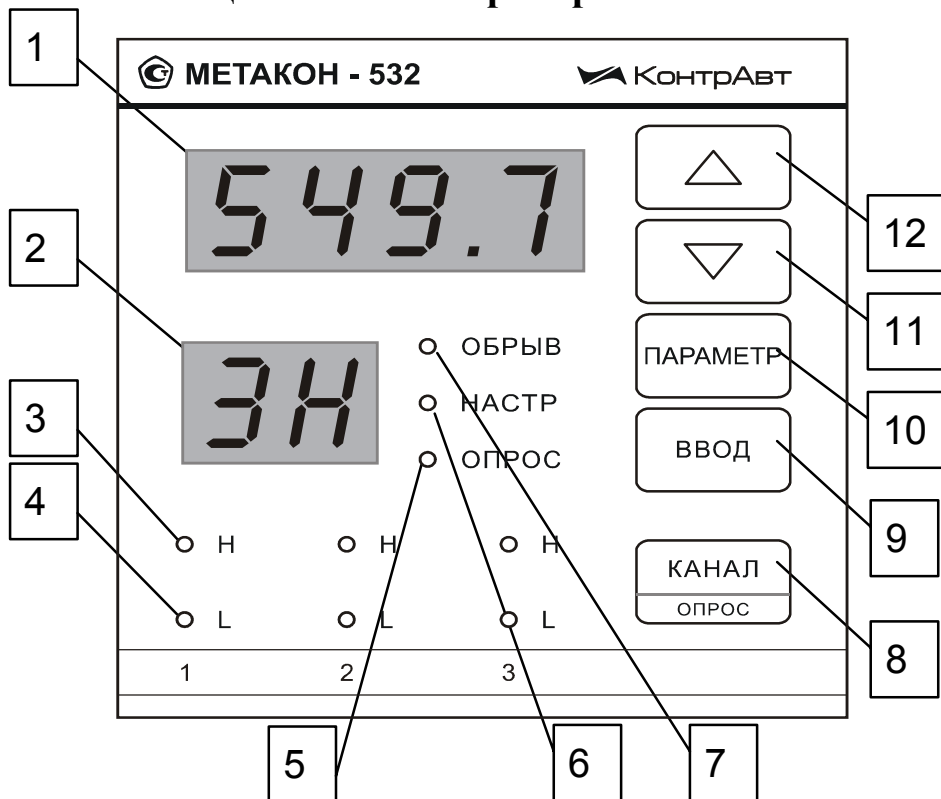

Рис. 5.1.1
3.6.5. Зона возврата Δ для функций 5, 6, 7 и 8 фиксирована, и равна двум значениям младшего разряда измерительного индикатора **1** (см. рис. 5.1.1).
В табл.5.2.1 перечислено назначение органов индикации и управления согласно нумерации рис. 5.1.1.
- путем повторного нажатия кнопки **ПАРАМЕТР** выбирается мнемонический код параметра, значение которого необходимо просмотреть или изменить; код параметра отображается на индикаторе **2**, его значение на индикаторе **1** (рис. 5.1.1); для переключения номера канала в меню **РАБОТА** дополнительно используется кнопка **КАНАЛ ОПРОС**;